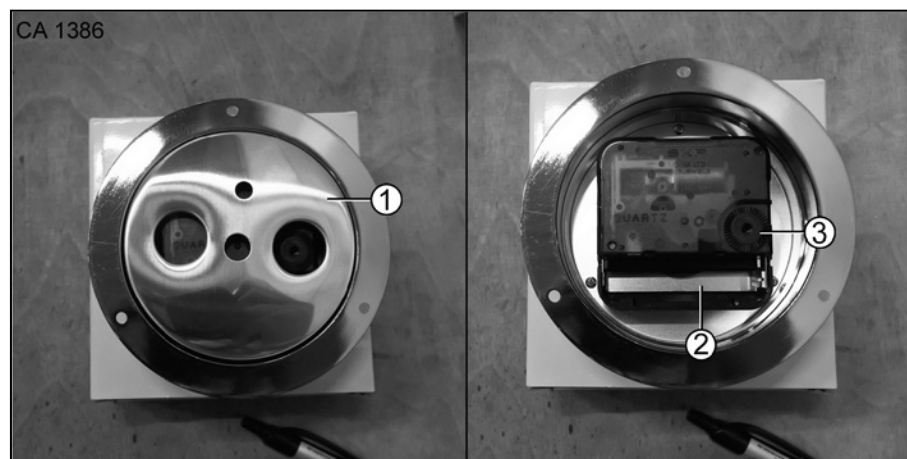

Fig. 202 Horloge
2. Enlever le recouvrement (Fig. 202/1) sur la face arrière de l'horloge.
3. Remplacer la pile (Fig. 202/2) si nécessaire (1,5 V AA).
4. Régler l'heure en tournant la roue (Fig. 202/3).